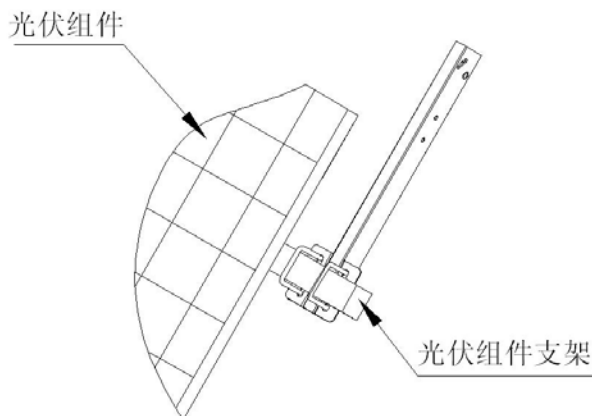

图 3-1 光伏组件及支架示意图
(1) 将斜撑梁固定在光伏组件支架上，连接螺钉需用光伏组件安装支架配套螺钉，如图 3-1；